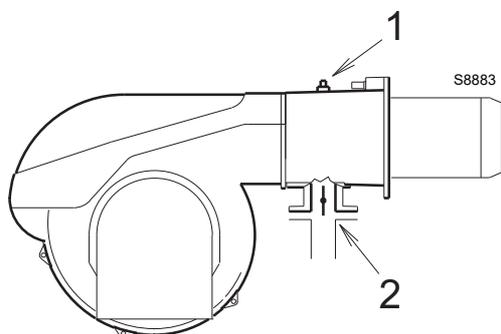

Fig. 27
Presión del gas en la toma 1)(Fig. 27), con:
- restar a la presión del gas en la toma 1)(Fig. 27) la presión en la cámara de combustión;
$$\begin{aligned} \text{Presión del gas en la toma 1)(Fig. 27)} &= 30 \text{ mbar} \\ \text{Presión en la cámara de combustión} &= 3 \text{ mbar} \\ 30 - 3 &= 27 \text{ mbar} \end{aligned}$$
En cambio, para conocer la presión del gas necesaria en la toma 1)(Fig. 27), una vez fijada la potencia máxima con la que se desea que funcione el quemador:
Leer a la derecha la presión en la toma 1)(Fig. 27).
presión necesaria para la toma 1)(Fig. 27).